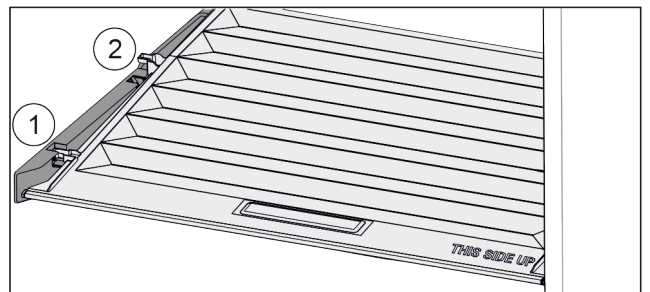

Fig. 115
- Tirer le couvercle vers l'avant jusqu'à l'orifice des pièces de retenue Fig. 115 (1).
- Le soulever par le bas à l'arrière et le sortir par le haut Fig. 115 (2).